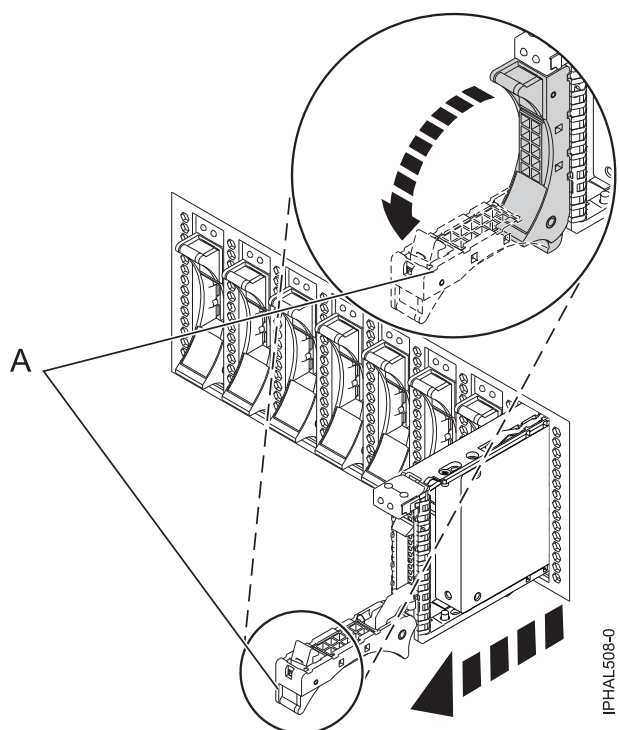

図 6. バックプレーンからのディスク・ドライブの取り外し
- 1) ディスク・ドライブ・ハンドル (A) をロック解除して、手前に引き、ディスク・ドライブを外します。
- 2) ディスク・ドライブの下に片手を添えて、8 ページの図6 に示すようにドライブをシステムから注意深く引き出します。